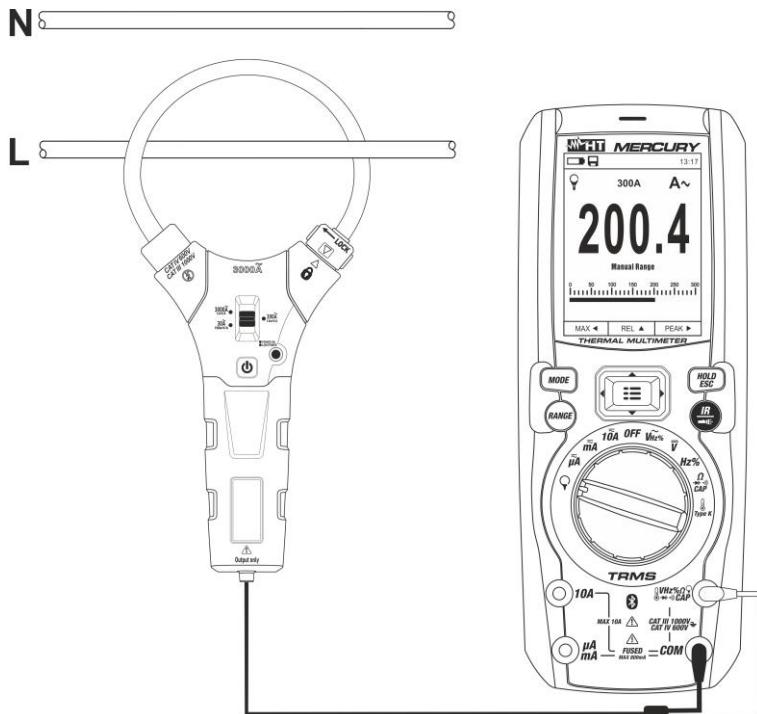

Fig. 30: Uso do instrumento para a medição de Correntes CA/CC com transdutores com pinça
6. Inserir o cabo no interior do toroide (ver Fig. 30). O valor da corrente é apresentado no display